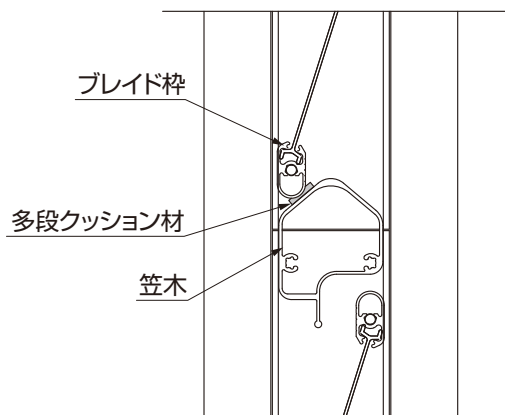
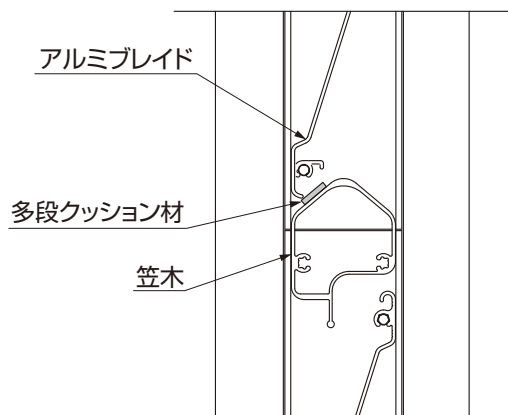
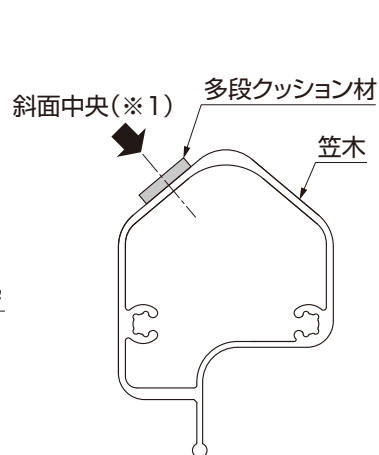

図5-3 S型・M型
図5-4 A型
図5-6
- ①側柵を下ブラケットに差込んでください。
- ②下段フェンス本体を【1-1】で柱に取付けてください。
- ③多段クッション材を図5-6 (図5-3、図5-4) のように笠木の斜面中央(※1)に貼付けてください。
- ④上段フェンス本体を下段フェンス本体の上に取り付けてください。
- 多段クッション材を斜面の端に貼付けたり、曲がって貼付けると意匠や機能上に不具合が生じます。中央部をまっすぐに貼付けるようにしてください。(※1)(図5-6参照)